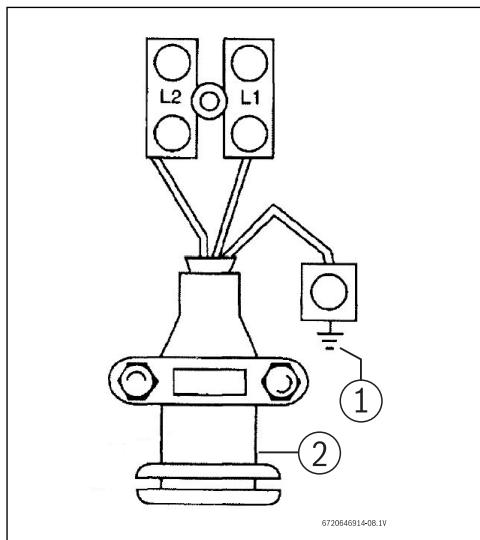

Fig. 3 Borne de câbles
- ▶ Relier les câbles au bornier et à la borne de (Fig. 3) :